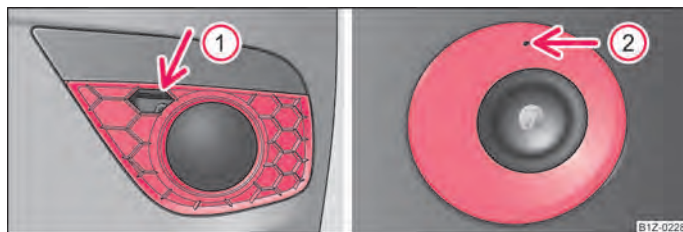

Fig. 186 Pare-chocs avant : Octavia RS/Octavia Scout
- Introduisez un doigt dans l'ouverture ① ⇒ fig. 186 et sortez le cache.